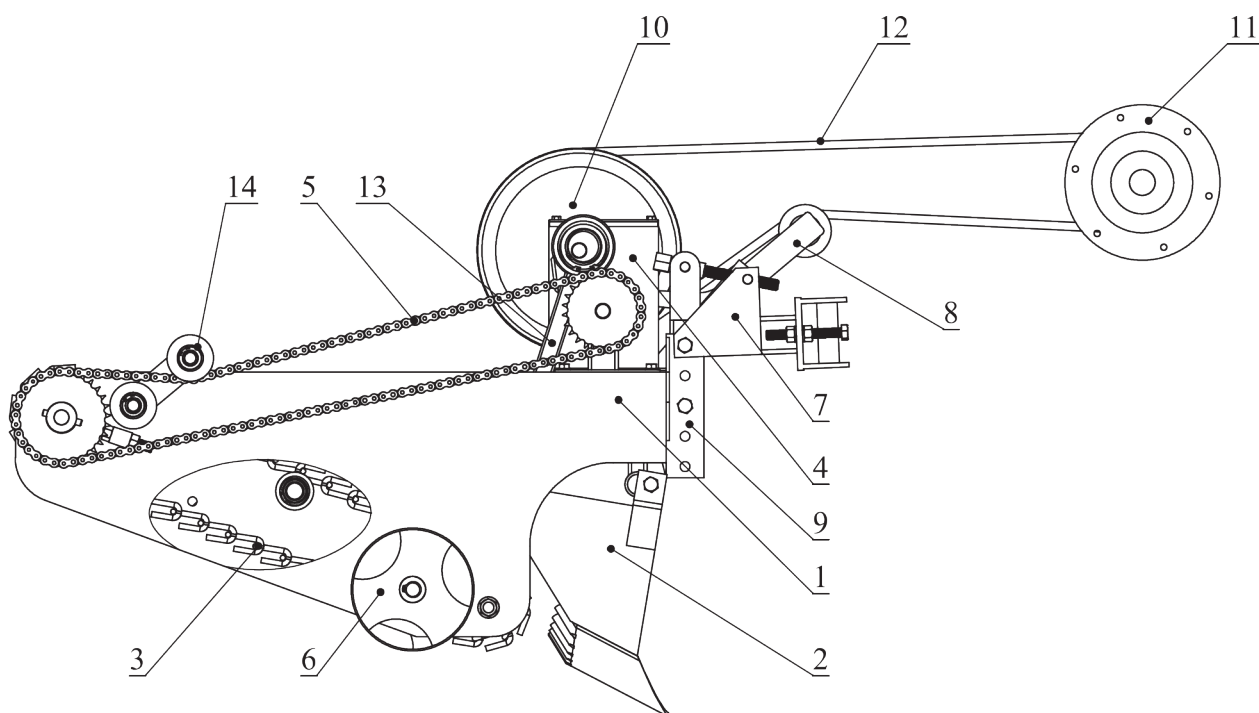

Рисунок 1.
2. Установить на ступицу большого шкива трактора (мотоблока) ведущий шкив (поз.11 Рисунок 1) картофелекопалки.
3. Установить большой шкив картофелекопалки (поз.10, рисунок 1).
4. Установить натяжное устройство с роликом (поз.8, рисунок 1)
При первом заезде регулируется глубина погружения ножа и скорость агрегата. Нож должен идти в почве несколько ниже гнезд клубней картофеля, чтобы не повреждать их и не оставлять в почве. Регулировка глубины ножа осуществляется при помощи узла сцепки и гидравлики трактора. При вращении регулировочного болта на узле сцепке (поз. 7 рис. 1) по часовой стрелке - глубина погружения увеличивается, против часовой стрелки - уменьшается. Обычно устанавливается глубина подкапывания 16-20см. На выходе с транспортера должно оставаться небольшое количество земли (чтобы клубни меньше контактировали с прутками грохоты), клубни и крупные комки земли. Если глубина погружения ножа нормальная, а на транспортере много засыпанного картофеля, нужно отрегулировать глубину погружения ножа, до достижения желаемого результата. На сепарацию влияет залипание прутков транспортера землей, поэтому регулировка осуществляется после того, как вы убедились, что на транспортере нет перекрытых участков.